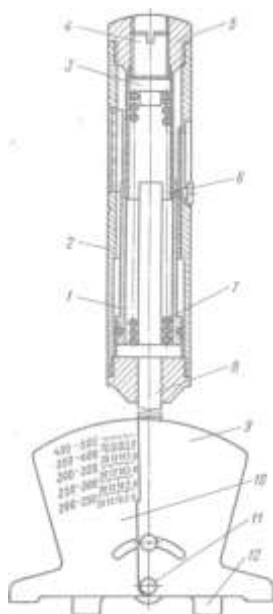

Рис. 11. Устройство КИ-8920 для проверки натяжения ремней привода вентилятора, генератора, компрессора
4. Изучить устройство КИ-8920 или КИ-13918 (рис. 11) для проверки натяжения ремней привода вентилятора, генератора и компрессора и опробовать его в действии.
4. Изучите устройство КИ-8920 или КИ-13918 (рис. 11) для проверки натяжения ремней привода вентилятора, генератора и компрессора и опробуйте его в действии.